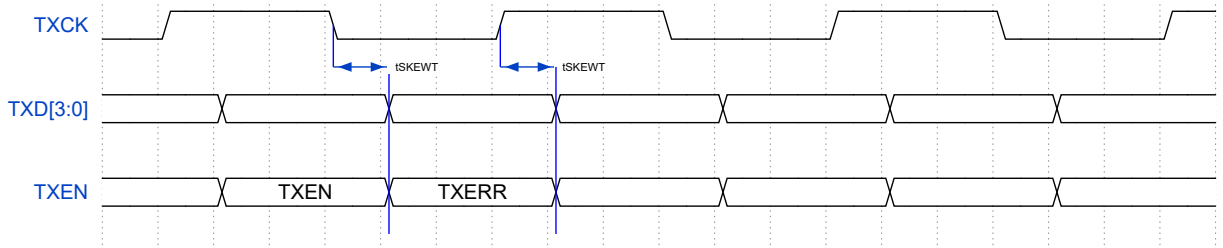

图 22: RGMII 发送信号时序图
4.13.1.2 RGMII 接口 RGMII 接口对应时序如图 22,??和??。